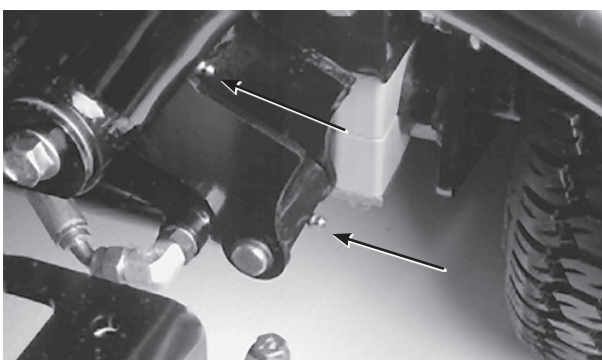

图 32
- ・ 左昇降アームのピボット昇降シリンダ (2か所; 図32)